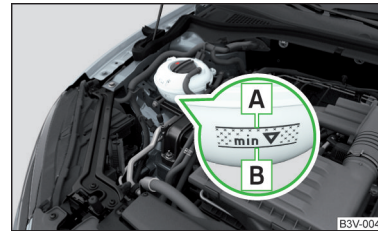

Abb. 220
Kühlmittelstand prüfen - der Kühlmittelstand muss zwischen den Markierungen **A** und **B** liegen » **Abb. 220**. Liegt der Kühlmittelstand unterhalb der Markierung **B**, das Kühlmittel nachfüllen. ▶
Die **Spezifikation** des Kühlmittels ist auf dem Kühlmittelausgleichsbehälter aufgeführt » **Abb. 220**.
- Das Kühlmittel nicht über die Markierung **A** auffüllen » **Abb. 220**. Das Kühlmittel könnte bei Erwärmung aus dem Kühlsystem gedrückt werden - es besteht die Gefahr einer Beschädigung der Motorraumteile.